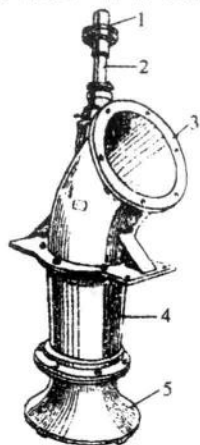

图 1-3 立式轴流泵
(1)立式轴流泵。如图 1-3 所示,泵轴与水平面垂直,目前农业上使用的轴流泵,大多属于这种类型。
(2) 卧式轴流泵。泵轴与水平面平行。
(3) 斜式轴流泵。泵轴与水平面成一倾斜角度。